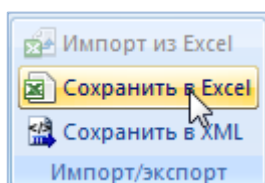

Рис. 20-61 – Кнопка «Сохранить в Excel» панели Импорт/экспорт
- 3) Нажать кнопку «Сохранить в Excel» панели «Импорт/экспорт» (рис. 20-61).